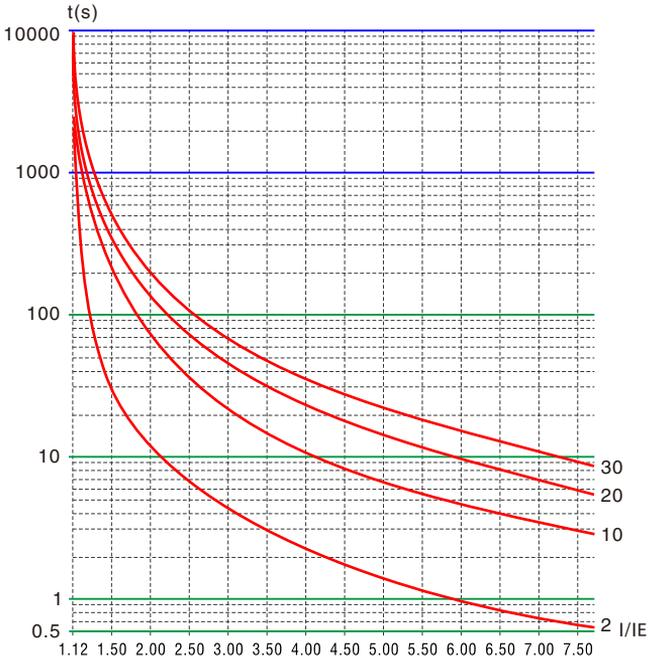

图9-3-1 电机热保护脱扣时间曲线(热状态)
- 运行过载保护时间：以代码F6最大工作电流为基准作反时限热保护，脱扣保护时间曲线（如图9-3-1）。